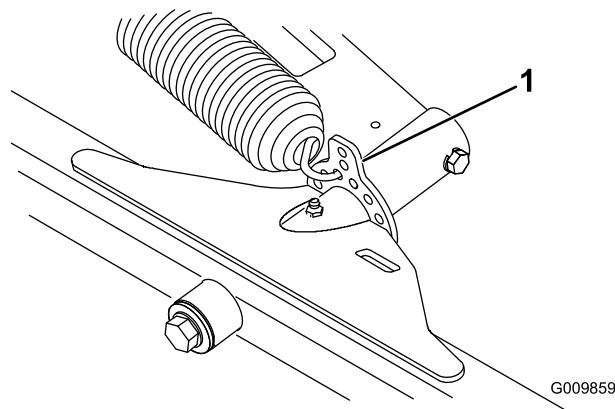

Figura 11
1. Prenda a mola ao terceiro furo a contar de cima no lado interior tanto da patilha de elevação da unidade de corte dianteira como da patilha de elevação da unidade de corte traseira (Figura 11).